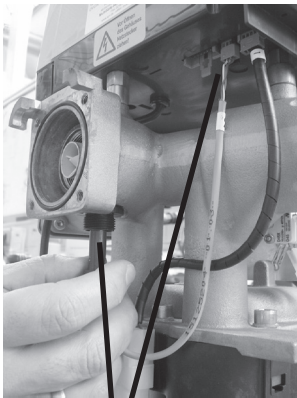

Abb.2
3. Hallsensor ② (Abb. 2) am Flansch ausschrauben. Hinweis: Beim KLS 3000 ist der Hallsensor unterhalb, beim KS seitlich vom Gehäuse angeordnet.